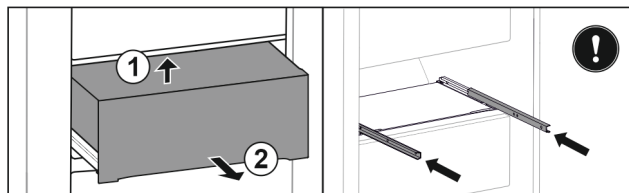

Fig. 135
- ▶ Sollevare il cassetto dal basso sul lato posteriore. Fig. 135 (1)
- ▶ Rimuovere il cassetto tirandolo in avanti. Fig. 135 (2)